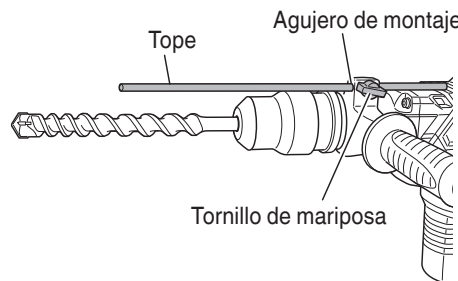

Fig. 10
- (c) Cambia la palanca selectora a "martilleo" de acuerdo con los procedimientos mencionados en el ítem (1) anterior y asegure la posición de la herramienta.
5. Instalar el tope (Fig. 10)